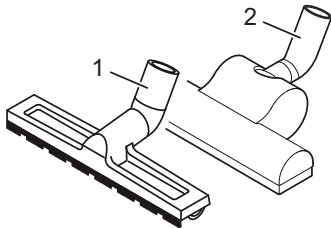

Abb. 7
■ **Parkettbürste (Abb. 7/1):** Diese ist mit langen Borsten ausgestattet und dient zum Absaugen besonders empfindlicher Oberflächen (z. B. Parkett, Laminat).
■ **Turbobürste (Abb. 7/2):** Diese dient zum Saugen *unempfindlicher* Teppiche, Läufer, Fußmatten und dergleichen.